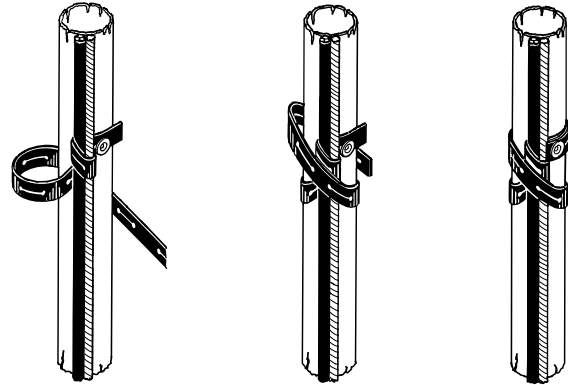

Fig. 22 Montage des attache-câbles
3. Positionner l'élingue le long du câble immergé comme indiqué à la fig. 22.